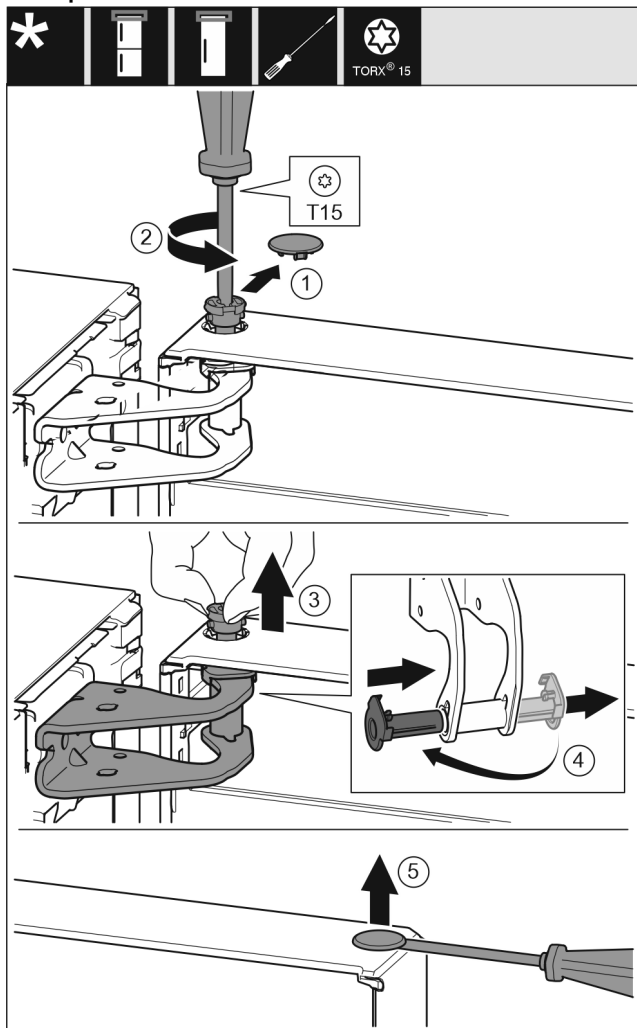

Fig. 7
- ▶ Atsargiai nutraukite apsauginę dengiamąją plokštelę. Fig. 7 (1)
- ▶ Šiek tiek išsukite varžtus atsuktuvu T15. Fig. 7 (2)
- ▶ Tvirtai laikykite duris ir ištraukite varžtą pirštais. Fig. 7 (3)
- ▶ Ištraukite guolio įvorę iš kreipiamosios. Įstatykite iš kitos pusės ir užfiksukite. Fig. 7 (4)
- ▶ Kaištį atsargiai pakelkite išdrožiniu atsuktuvu iš durų guolio įvorės ir jį ištraukite. Fig. 7 (5)